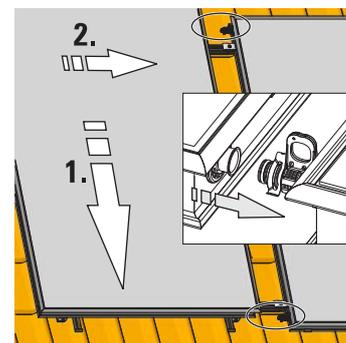

Fig. 3-28 Posizionare il collettore piano successivo
5. Sollevare il collettore piano successivo (vedere paragrafo 3.4.3, fase di lavoro 2) sulle guide di montaggio e agganciarlo nei ganci di sicurezza mantenendo la distanza dai compensatori (fig. 3-28).